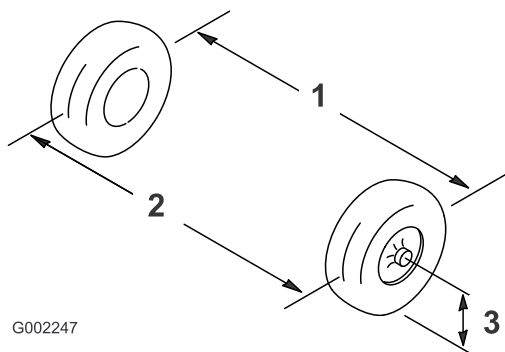

Figura 88
2. Misurate la distanza tra i pneumatici anteriori all'altezza dell'assale, davanti e dietro le ruote (Figura 88).